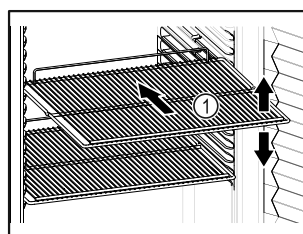

Fig. 77 Voorbeeld
- Indien de legroosters Fig. 77 (1) verplaatsbaar zijn, deze aan de hoogte aanpassen.